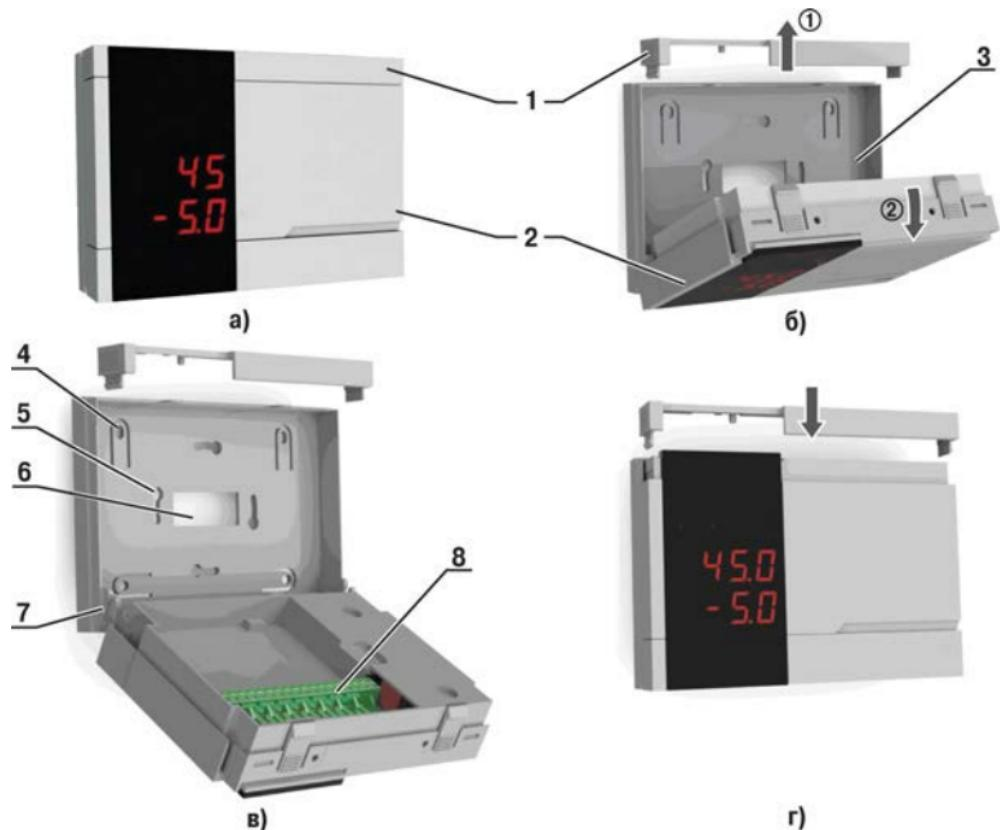

Рисунок 5.2 - Монтаж прибора настенного исполнения Н2
Подготовить прибор для выполнения монтажа. Для этого необходимо снять фиксирующую планку (поз.1, рисунок 5.2б) и отсоединить электронный блок (поз.2, рисунок 5.2б) от кронштейна (поз.3, рисунок 5.2б).
- 2) Закрепить кронштейн четырьмя винтами на поверхности, предназначенной для установки прибора. На кронштейне имеется восемь отверстий двух типов: для настенного крепления (поз. 4, рисунок 5.2в) и крепления на стандартный круглый подрозетник с диаметром 60 мм (поз. 5, рисунок 5.2в). Перед закреплением кронштейна на стене необходимо предварительно пропустить кабели внешних связей через специальное отверстие для кабельного ввода (поз. 6, рисунок 5.2в).
- 3) Вставить электронный блок прибора в специальные пазы (поз. 7, рисунок 5.2в), расположенные на кронштейне;
- 4) Выполнить монтаж внешних связей. Монтаж внешних связей выполняется с помощью разъемного соединителя (поз.8, рисунок 5.2в), расположенного на тыльной стороне электронного блока (более подробно см. п. 5.2).
- 6) Надеть фиксирующую планку (рисунок 5.2г).